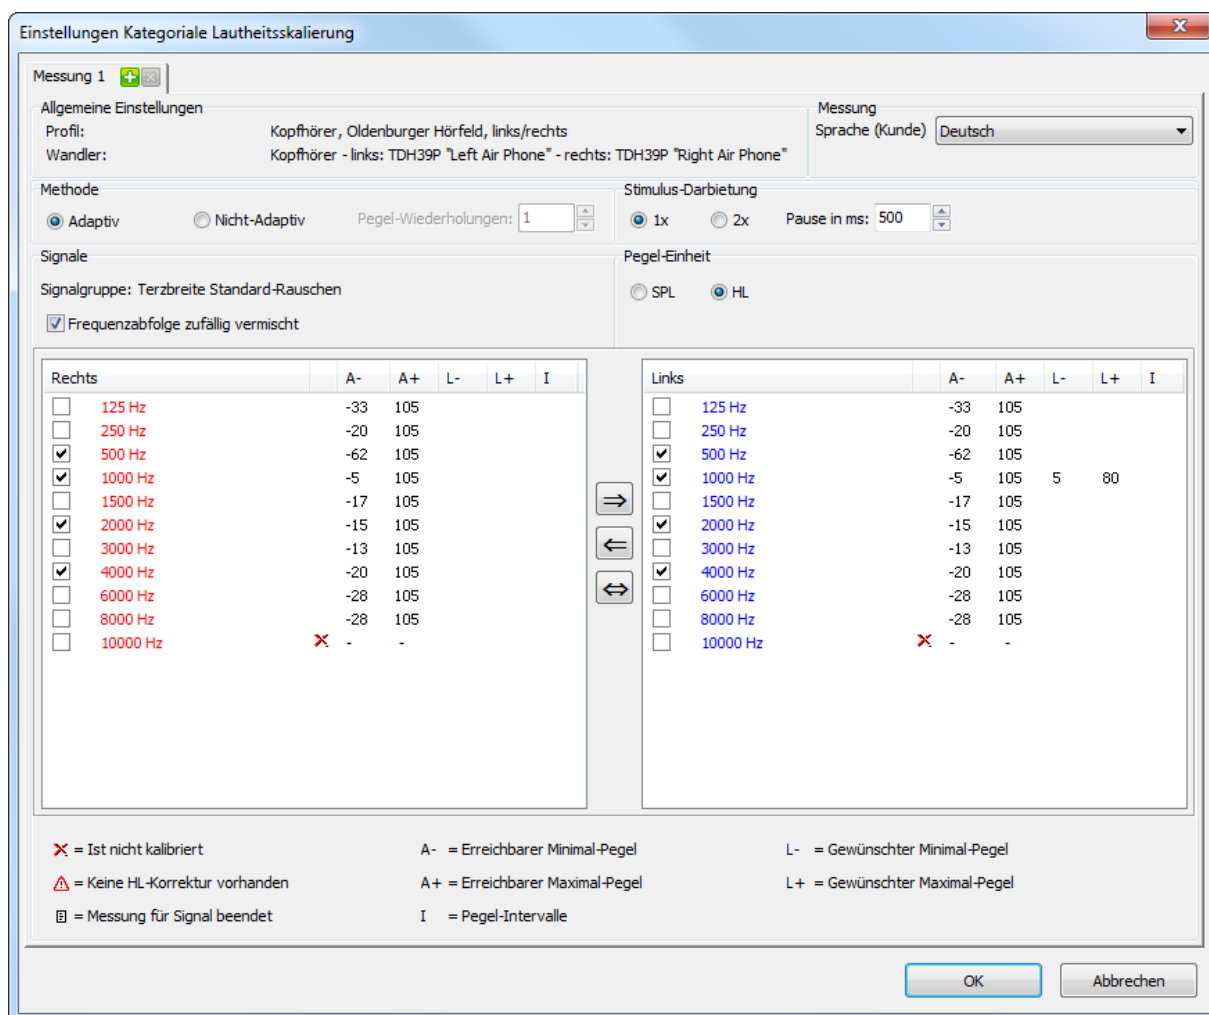

Abbildung 3: Konfigurationsdialog (hier: Kopfhörmessung „Oldenburger Hörfeld“ links/rechts, „Adaptiv“)
Nach der Auswahl des Messprofils (Messvariante) einer neuen Messung wird der so genannte Konfigurationsdialog angezeigt. Dort können Sie weitere Detailsinstellungen zur Messung vornehmen (Abbildung 3). Je nach gewähltem Messprofil können einzelne oder mehrere Einstellungsmöglichkeiten fehlen oder deaktiviert sein. Fehlermeldungen, die während der Konfiguration der Messung angezeigt werden können, sind in Abschnitt 6.1.1 beschrieben. Fehlermeldungen, die zusätzlich bei der Bearbeitung von Messprofilen angezeigt werden können, sind in Abschnitt 6.1.2 beschrieben.
**Achtung:** Nicht für jedes Prüfsignal ist zwingend auch eine Umrechnung in dB HL möglich. Dies wird entsprechend der Legende in Abbildung 3 durch ein Symbol angezeigt. In diesem Fall müssen Sie dB SPL auswählen.
Wurde für ein Prüfsignal eine manuelle Pegelbegrenzung eingestellt, dann wird diese im Konfigurationsdialog angezeigt (siehe Abbildung 3, 1000 Hz links).
Im Konfigurationsdialog werden für jedes Prüfsignal folgende Pegel-Informationen angezeigt (siehe auch Legende in Abbildung 3): Technisch erreichbarer Minimal-Pegel, Technisch erreichbarer Maximal-Pegel, gewünschter/manuell eingestellter Minimal-Pegel, gewünschter/manuell eingestellter Maximal-Pegel. Ist ein gewünschter Pegel außerhalb des möglichen Bereichs, wird dieser Pegel rot dargestellt. Bei einer Messung gilt dann automatisch die jeweils strengste Begrenzung. Der weitere Ablauf der Messvariante „Adaptiv“ ist ab Abschnitt 5.2.7 beschrieben.